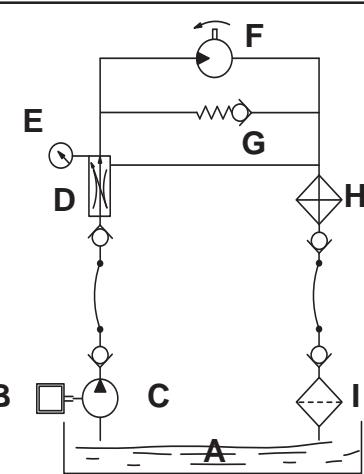

fig. 38
- impianto indipendente:** impianto con circuito oleodinamico proprio (Fig. 38).
Alimentazione dell'olio: attenersi ai dati dello schema Fig. 38.